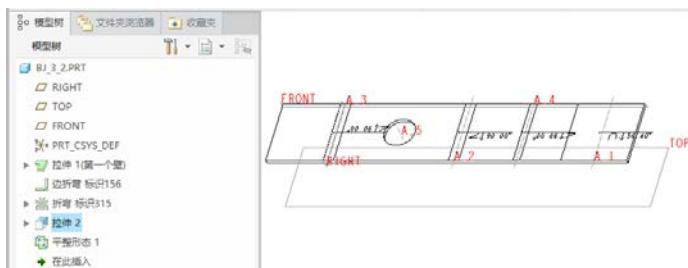

图 3-30 完成拉伸切口后的状态
(6) 在“拉伸”选项卡中单击✔（完成）按钮。创建好该“拉伸”钣金件切口特征之后，模型又恢复到平整形态了，如图 3-30 所示。